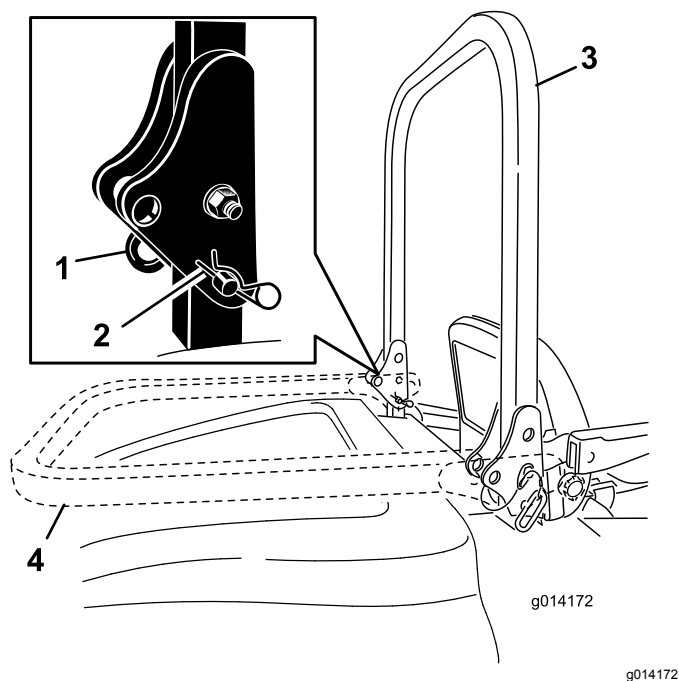

図 20
2. バーを降ろす(図 20).
3. ピン2本を取り付け、ヘアピンコッターで固定する(図 20).
4. 保護バーを立てるには、ヘアピンコッターを外して、ピン2本を抜き取る(図 20).
5. 横転保護バーを立て、ピン2本で固定し、ピンが外れないようにヘアピンコッターで固定する(図 20).